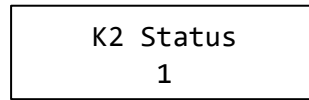

图 7 K2 继电器状态显示界面
- 4) 按下矩阵键盘上的 B5 按键，终端 B 通过通信模块向终端 A 发出查询 K2 状态指令,1 表示当前终端 A 继电器 K2 吸合,0 表示当前终端 A 继电器 K2 断开，显示格式如图 7 所示。